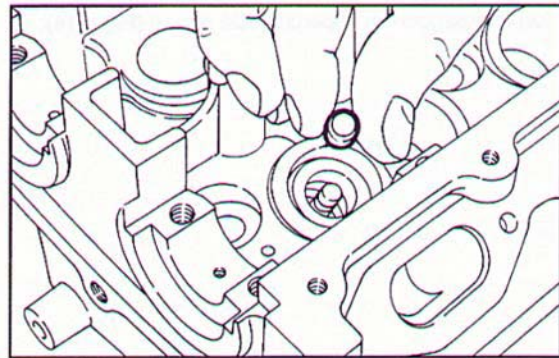

Fig. 216 ▼
- montare le pastiglie gioco valvole ed i bicchierini, rispettando per entrambi la sequenza di smontaggio (Fig. 216 e 217);
- fit the valve clearance pads and tappets, respecting the disassembly sequence for both (Figs. 216 and 217);